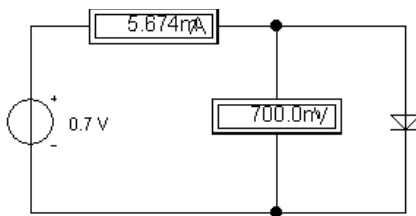

Рис. 18. Пример схемы измерения ВАХ нелинейного элемента
2. Для снятия ВАХ нелинейного элемента смоделировать схему, представленную на рис. 18, при разных значениях питающего напряжения от 0 до 0,7 В.